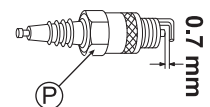

Afb. 30
- 1 Verwijder de bougiekabel (Q). (Zie afb. 30)